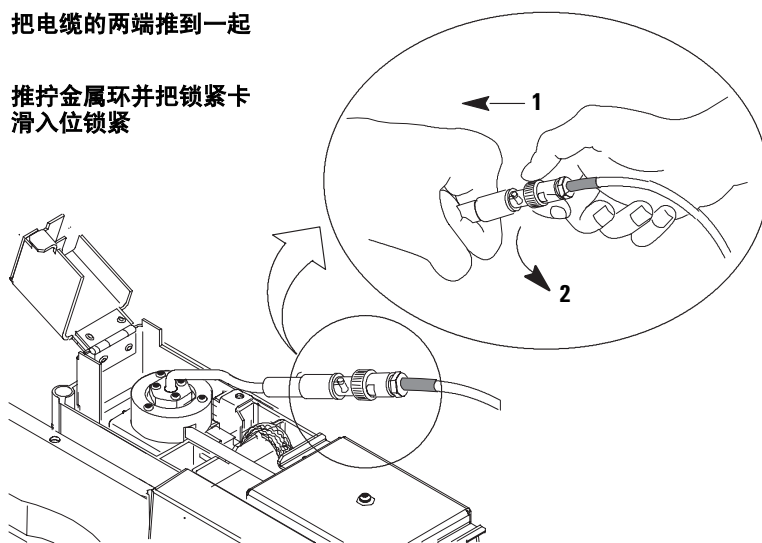

图 8 连接铷珠组件电缆
- 7 将铷珠组件的电缆与 NPD 电缆重新连接起来，如图 8 所示，拧紧金属环锁紧连接头。